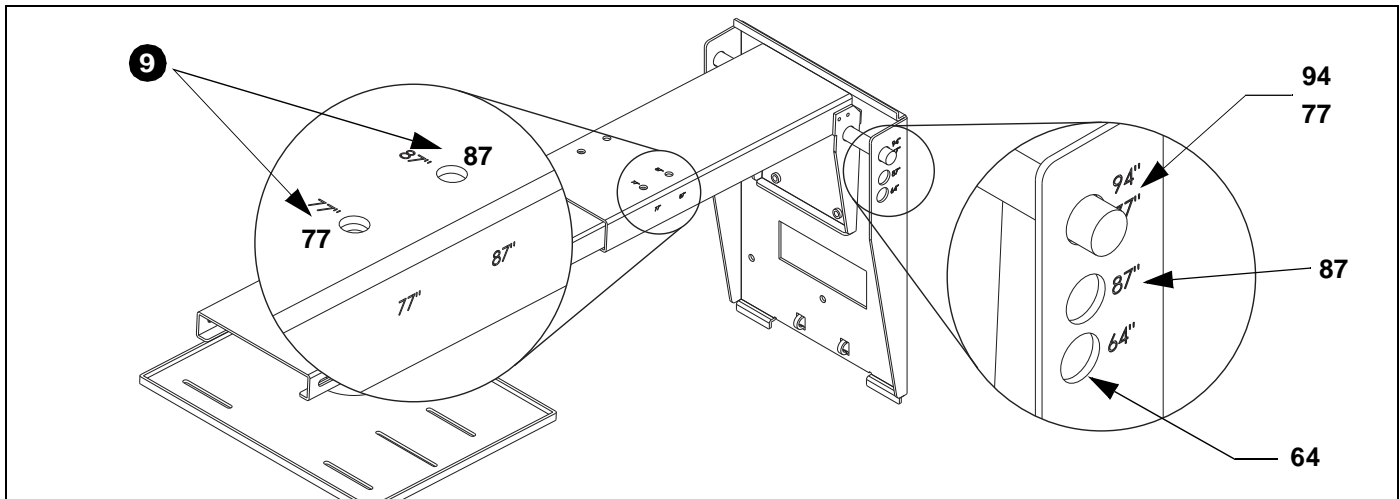

Figura 11
Veja a Figura 11 para o posicionamento do braço articulado
9. Utilize o equipamento (guardado no Passo 1) para conectar o braço articulado ao suporte da placa SMART. (Ver Figura 11)